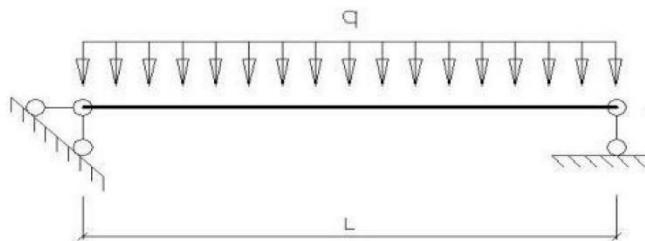

Рисунок 1. Расчетная схема балки
3.1 Проверить прочность брускатого стержня пролетом  $L$ , сечением  $b \times h$ , (круглого диаметром  $d$ ) без ослаблений. Брус изгибается в направлении большего размера сечения равномерной нагрузкой  $q$  (рисунок 1).